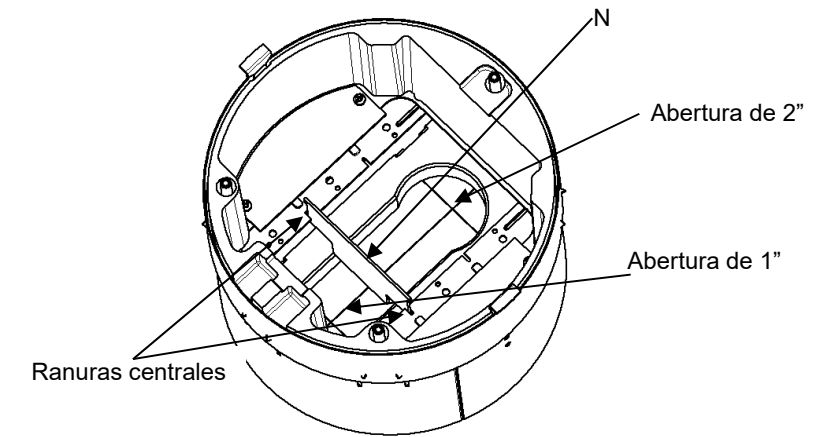

Fig. 7
10. El divisor (N) se envía con el accesorio. Instale el divisor (N) a través de las dos ranuras centrales en los soportes para dividir los servicios de energía y datos de la transferencia como se muestra en la Fig. 7. Instale en las ranuras divisorias más cercanas a la abertura más pequeña.